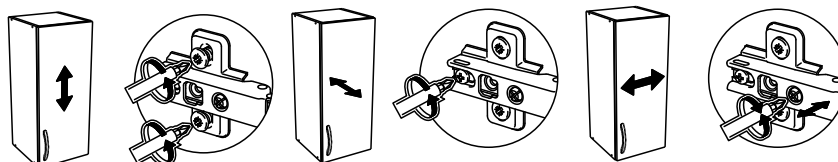

рис. 2
6. К фасаду (6) прикрутить петли шурупами 3,5х16. Закрепить фасад к боковине тумбы винтами 6,3х13. При необходимости произвести регулировку (рис. 2)